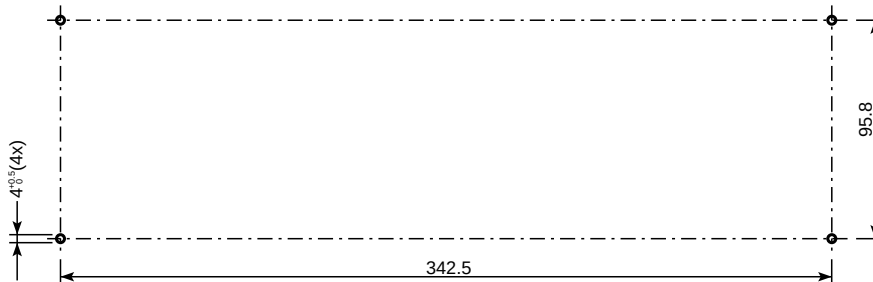

Abb. 6
- Als Tischgerät. Bringen Sie hierfür im Tisch vier Bohrungen gemäß Abb. 6 an und befestigen Sie das Zentralgerät mit den vier M3-Schrauben.